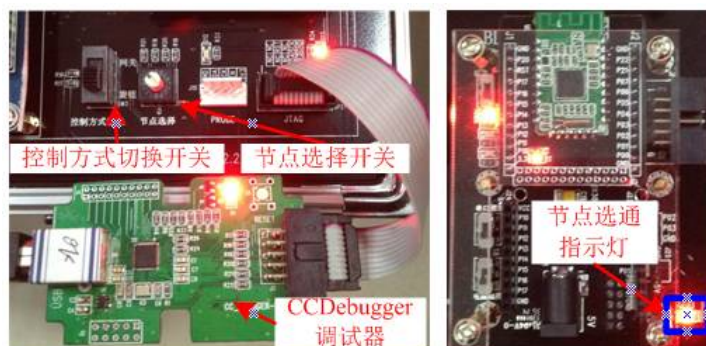

图 6.40 程序下载硬件连接图
4. 将调试器一端使用USB A-B延长线连接至PC的USB接口，另一端的 10pin排线连接到实验箱的 JTAG调试接口，如图 6.40所示，将“控制方式”拨动开关拨至“旋钮”端，通过“节点选择”按钮选择至“BLE4.0 实验节点”，即原Zigbee雨滴传感器节点；